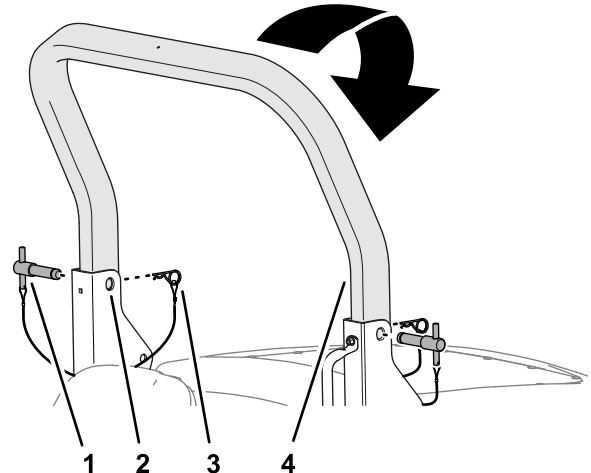

Bild 26
2. Entfernen Sie die Splinte aus den Überrollbügelstiften in den Schwenkhalterungen des unteren Überrollbügelrahmens (Bild 26).
3. Halten Sie das Gewicht des oberen Überrollbügels und entfernen Sie die Überrollbügelstifte aus den Schwenkhalterungen (Bild 26).